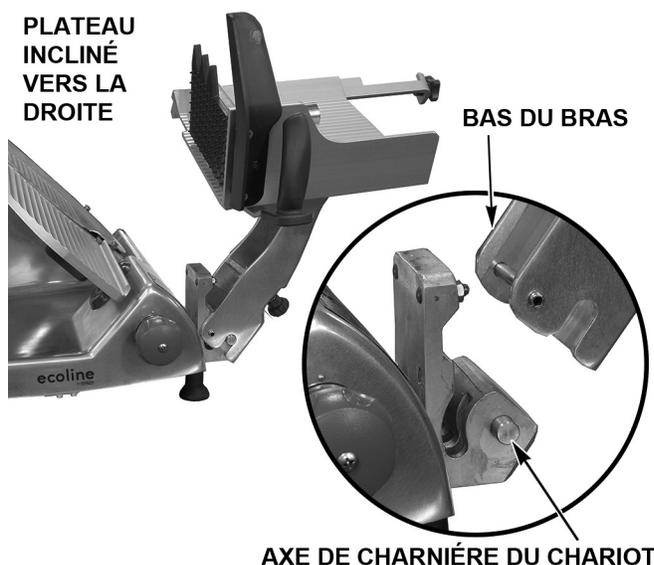

Fig. 13
- Abaissez le bas du bras sur les axes de charnière du chariot (Fig. 13).